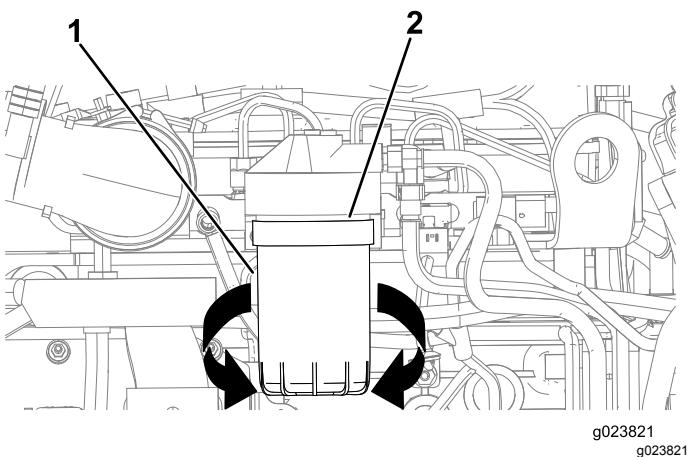

Рисунок 99
4. Поверните топливный фильтр против часовой стрелки и снимите его (Рисунок 99).
7. Совместите топливный фильтр с переходником и поверните его по часовой стрелке, пока уплотнение топливного фильтра не войдет в контакт с переходником (Рисунок 99).
8. От руки затяните топливный фильтр еще на 1/2 оборота (Рисунок 99).